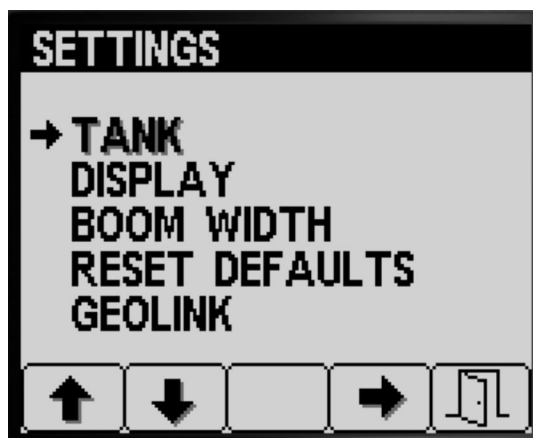

Figura 11
- Pulse el botón 1 o el botón 2 para desplazarse a la opción DEPÓSITO (Figura 11).
- Pulse el botón 4 para seleccionar el submenú DEPÓSITO (Figura 11).